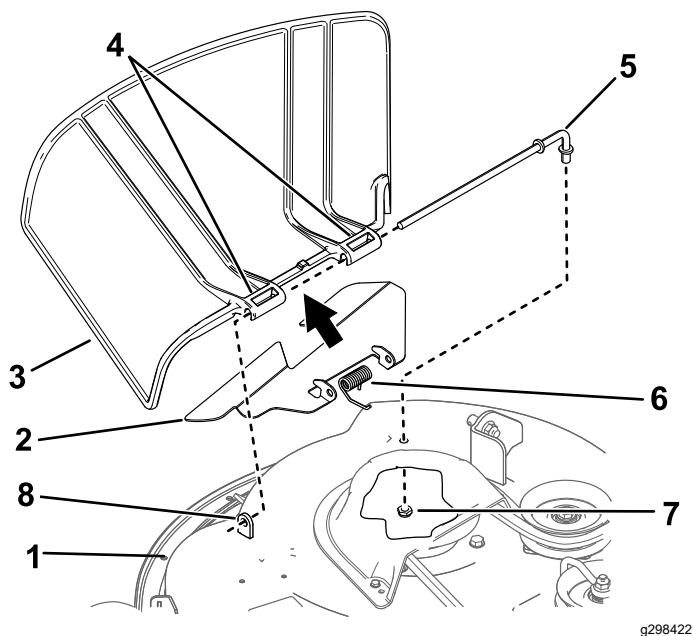

Figura 73
- Îndepărtați piulă ($\frac{3}{8}$ ") de la tija de sub maina de tuns iarba (Figura 73).
2. Glisai tija în afara distanțierului scurt, arcului, deflectorului i a deflectorului pentru iarba (Figura 73).
4. Montai noul deflector pentru iarba i deflector (Figura 73).
7. Glisai tija prin deflector i al doilea pivot al deflectorului pentru iarba (Figura 73).
9. Fixai capătul din spate al tijeii la maina de tuns iarba cu o piuliță (3/8") aa cum se arată în Figura 73.